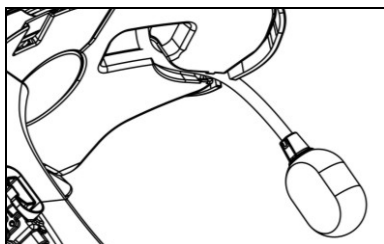

Fig. 9
- Posicionar o microfone no seu relativo alojamento no lado direito do capacete, inserindo a haste metálica na ranhura da estrutura de fixação da queixeira (Fig. 9).